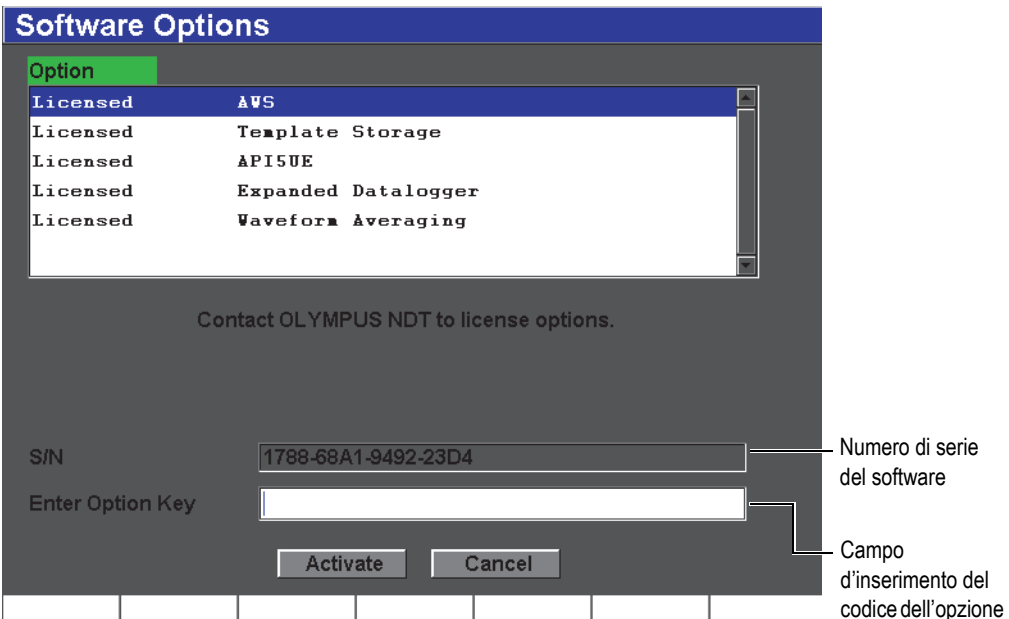

Figura 12-1 Finestra di dialogo per l'inserimento del codice di attivazione per le opzioni software
1. Selezionare **Inst Setup > Software Options** (opzioni del software) per aprire la pagina di configurazione **Software Options** illustrata nella Figura 12-1 alla pagina 230.
6. Mediante la tastiera virtuale, inserire il codice di attivazione nel campo **Enter Option Key** («Inserire il codice dell'opzione») [vedi Figura 12-1 alla pagina 230].